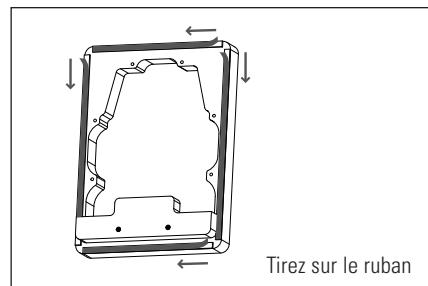

Fig. 12b
- Enlevez le ruban à deux côtés (Fig. 12b).